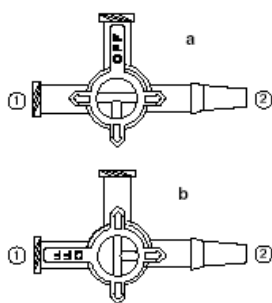

図 4
- 3) アームの走行を適切に整えながら、スタビライザー部分の吸引面を心臓表面の目的の設置位置に静かに合わせ、吸引チューブのストップコックを操作して吸引をオンにする。（図 4 の a を参照）
- 1) スタビライザーを設置部位から取り外す際は、術者の手で心臓とアーム及びスタビライザー部分を保持した状態で吸引チューブのストップコックを操作し、吸引をオフにする。（図 4 の b を参照）